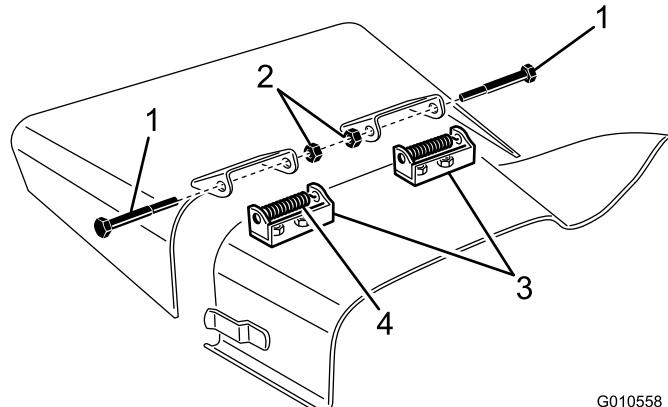

Bild 27
2. Entfernen Sie die zwei Schrauben, Sicherungsmuttern und Federn, mit denen die Befestigungen des Ablenkblechs an den Schwenkhalterungen befestigt sind (Bild 27).
3. Entfernen Sie die Schlossschrauben und die Muttern, um die Schwenkhalterung abzunehmen (Bild 27).